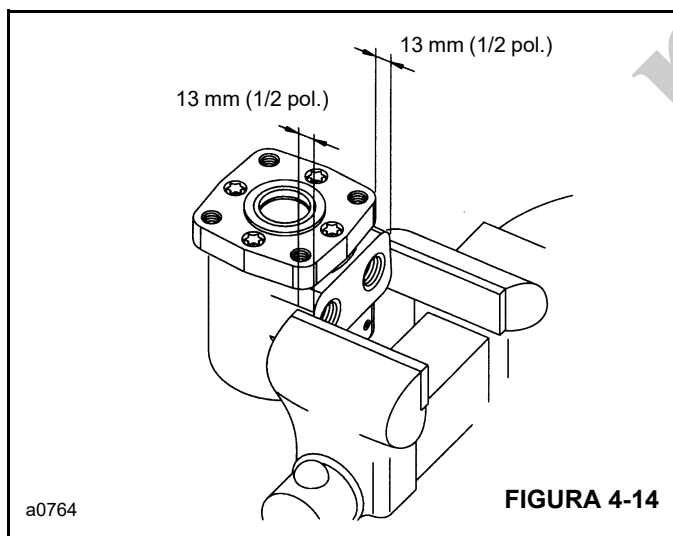

FIGURA 4-14
3. Remova a tampa da extremidade (17). Remova e descarte a vedação (13) da tampa da extremidade.
4. Remova o gerotor (16). Remova e descarte a vedação (13) do gerotor.
6. Remova o eixo de acionamento (14).
7. Remova a placa espaçadora (15).
8. Remova a vedação 13 da carcaça (10).
9. Remova o eixo de saída (9) da carcaça (10).
10. Remova o rolamento axial de agulhas (8) do eixo ou da carcaça.
11. Reposicione o motor na morsa. Fixe nos orifícios (Figura 4-14). NÃO fixe na carcaça. Pressão de fixação excessiva na lateral da carcaça provoca distorção.